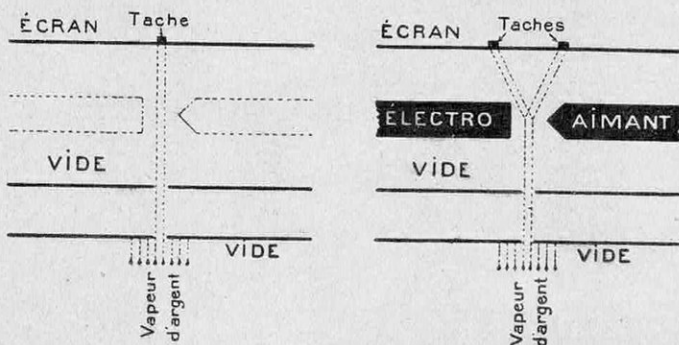

FIG. 3 ET 4. — EXPÉRIENCE DE STERN ET GERLACH (1922)
Dans un domaine fort différent, mais qui s'est montré extrêmement voisin du précédent, la quantification de l'impulsion rotatoire conduit à une conséquence remarquable : l'angle suivant lequel certains atomes s'orientent, par rapport à un champ magnétique extérieur, ne doit pouvoir prendre qu'un petit nombre de valeurs discontinues. Il en est réellement ainsi, comme l'ont montré Stern (Hambourg) et Gerlach (Tübingen) dans des expériences admirables, qui appartiennent aux découvertes les plus importantes de l'époque contemporaine. Stern et Gerlach ont prouvé (fig. 3 et 4), *sans objection possible*, la discontinuité du magnétisme (1) que peuvent prendre les atomes d'argent et qui consiste dans la modifica-
*De la vapeur d'argent est envoyée à travers deux petits trous. Lorsque l'électroaimant n'est pas excité, il se forme une petite tache sur l'écran (fig. 3) ; dans le cas contraire, on obtient deux taches (symétriques) distinctes et non un étalement de la tache primitive : ce qui prouve que les atomes d'argent ne peuvent s'aimanter que d'une manière discontinue.*